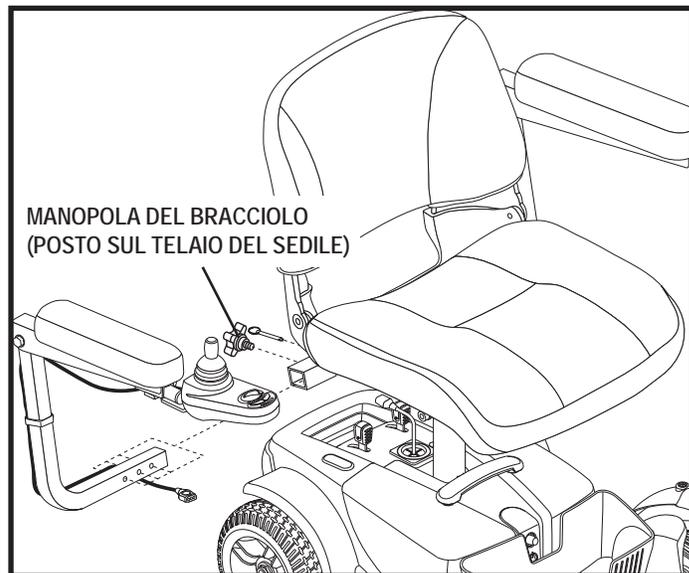

Figura 14. Regolazione della larghezza del bracciolo
1. Individuare le due manopole dei braccioli su ciascun lato della staffa dell'alloggiamento del bracciolo. **Vedere figura 14.**